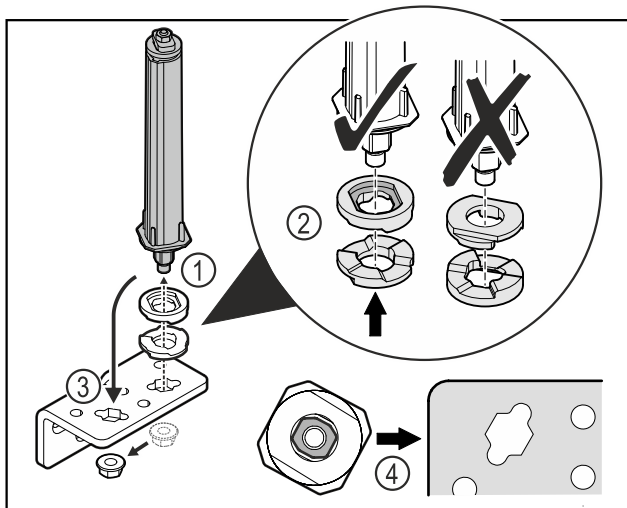

Fig. 16
- ▶ Λύστε το παξιμάδι και αφαιρέστε το σύστημα κλεισίματος πόρτας Fig. 16 (1).
- ▶ Βεβαιωθείτε για τη σωστή ευθυγράμμιση των ροδελών ρύθμισης ύψους Fig. 16 (2).
- ▶ Μεταφέρετε το σύστημα κλεισίματος πόρτας στη γωνία μεντεσέ και στερεώστε με το παξιμάδι Fig. 16 (3).
- ▶ Κατά την τοποθέτηση βεβαιωθείτε για τη σωστή ευθυγράμμιση του συστήματος κλεισίματος πόρτας Fig. 16 (4).